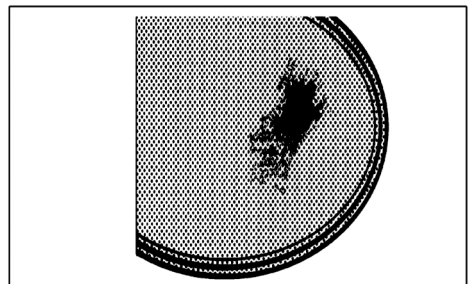

Рис.4
специальным лезвненным скребком (рис.4);
- Из-за неправильной чистки и неправильного использования конфорок спустя определенное время может появиться металлический отблеск и царапины (рис.4). Царапины являются трудноудаляемыми, но они не влияют на хорошую работу конфорок.
- Извлеките фиксаторы «G» из упаковки и установите их согласно рис. 4.